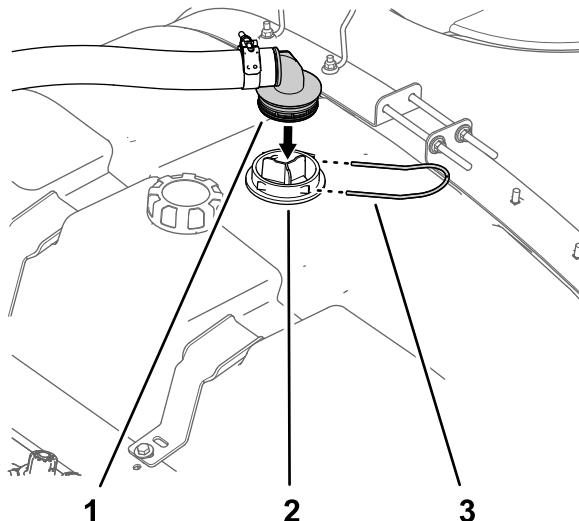

图 2
2. 从吸入滤网外壳卸下 90° 宝塔接头 图 2。
1. 在药缸顶部卸下将吸入软管的 90° 宝塔接头固定至吸入滤网外壳的固定叉并将宝塔接头与外壳分离 图 2。